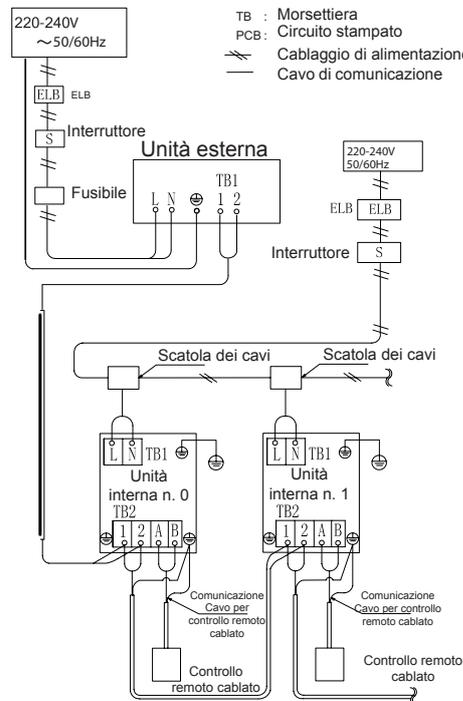

Fig. 6.1 (a) Collegamenti elettrici per unità esterna e interna
- (1) Collegare i cavi di alimentazione alla morsettieria nel quadro elettrico delle unità esterna ed interna. Collegare il cavo di terra al quadro di comando elettrico dell'unità esterna. Inoltre, collegare il cavo di terra alla vite di terra nel quadro elettrico dell'unità interna. Fare riferimento alla Fig. 6.1.